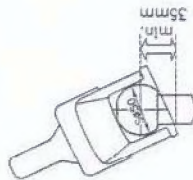

Bild 1: Kugelstange Zugfahrzeug
1.3 Die Zugkugelpkupplung WS 3000/3500 kann nur zusammen mit Kupplungskugeln nach DIN 74058 / ISO 1103 eingesetzt werden, wenn der Kugelhals im Bereich von 35 mm frei von Anbauteilen ist. (Bild 1) (tats 32 mm nach DIN 74058 / ISO 1103).